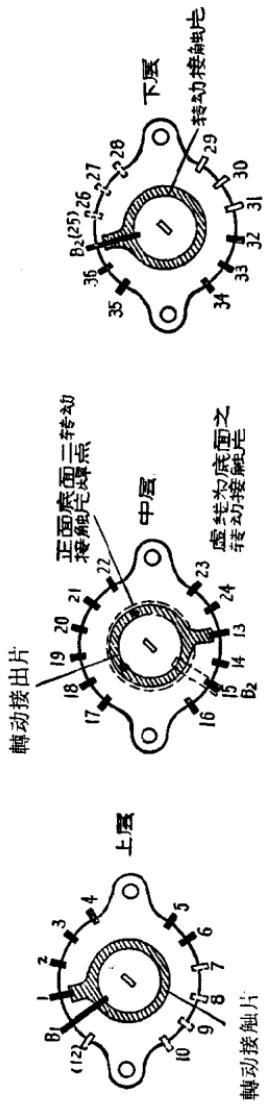

图 1.7
2. 三刀式三刀十二掷分线开关分解图见图1.7 (图中指放在1000 mA档情况)